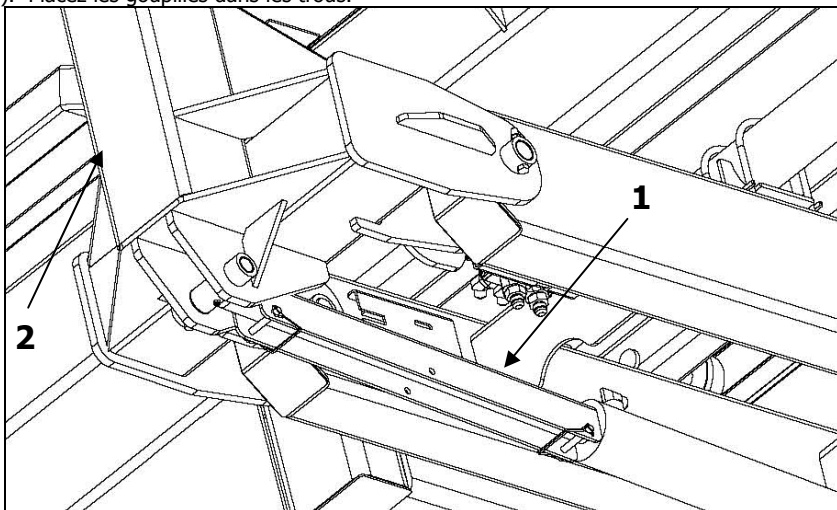

Figure 2.1 Fixation du bras de chargement
Il est important de mettre la barre de retient en U (1) sur le cylindre du bras de chargement (2) en position relever pour éviter que celui-ci se déplace pendant le transport (voir Figure 2.1). Placez les goupilles dans les trous.
5. Enlever la barre de retient en U sur le cylindre du bras de chargement (voir Figure 2.1)